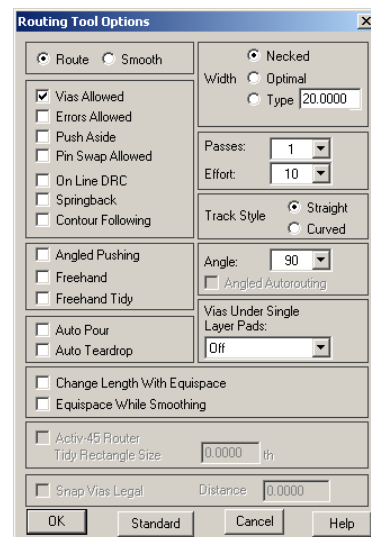

Рис. 6. Настройки для одного прохода трассировки с добавлением переходных отверстий.
3. В окне Routing Tool Options зададим количество проходов трассировки равным 1 и оставим включенной только одну опцию Vias Allowed (рис. 6).